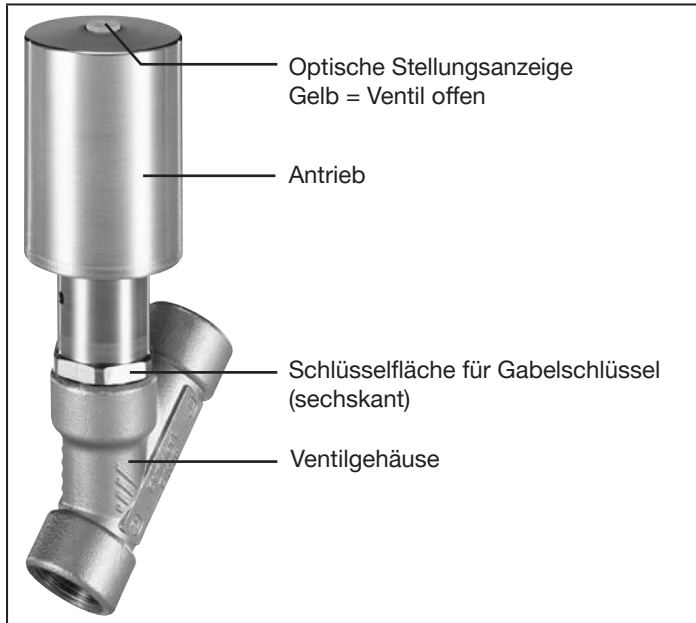

Bild 4: Antrieb demontieren
- Antrieb bei offener Ventilstellung mit Gabelschlüssel vom Ventilgehäuse lösen (siehe „Bild 4“).